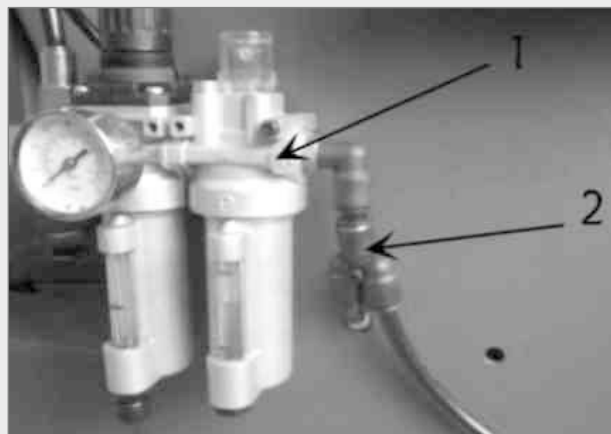

Рисунок 32
7. Подключите источник воздуха, вставьте соединительный шток прессующего конусообразного вальца (рис. 32-1) в отверстие вращающегося вала (рис. 32 -2) вращающегося рычага. С помощью клапана изменения направления с ручным управлением сделайте так, чтобы кончик прессующего конусообразного вальца совпадал с центром поворотного стола (рис. 33). При несовпадении, используйте червяк для регулировки положения основания, чтобы добиться совпадения. По завершении регулировки, зафиксируйте болт.